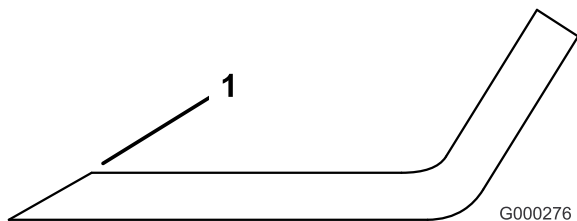

図 77
- ブレードは、左右の刃先をやすりで磨く (図 77)。刃先の角度を変えないように注意すること。左右を同じだけ削るようにすればバランスが狂わない。